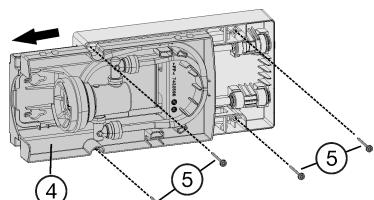

Fig. 57
► Sortir le tiroir Fig. 57 (4) jusqu'à la position d'arrêt.
► Fixer le module à l'aide de 4 vis Fig. 57 (5) à l'avant à travers les trous oblongs et à l'arrière directement à travers le module.